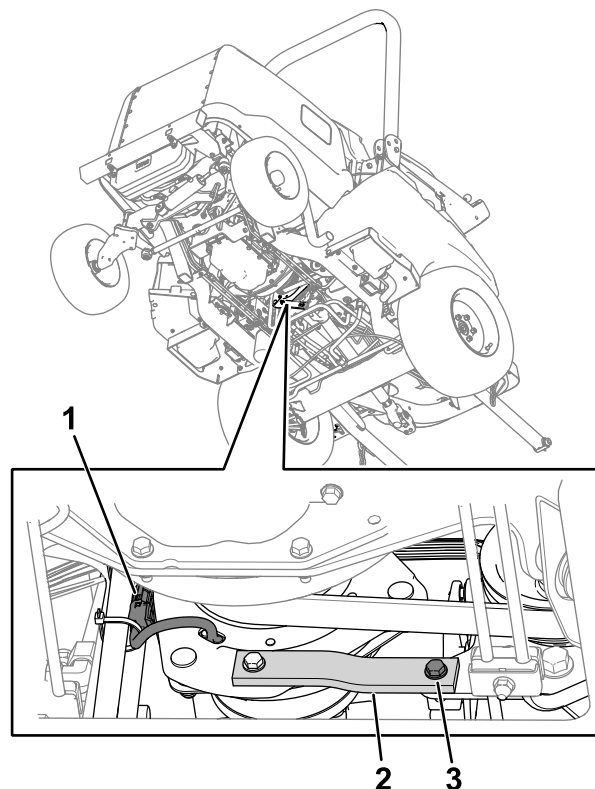

Figura 75
3. Rimuovete il bullone, la rondella e il dado dal cinghiolo in gomma (Figura 75) sul telaio. La cinghia di gomma contiene un distanziale; assicuratevi che non sia mal posizionato.
2. Scollegate il connettore del cablaggio preassemblato della frizione dal cablaggio preassemblato della macchina (Figura 75).